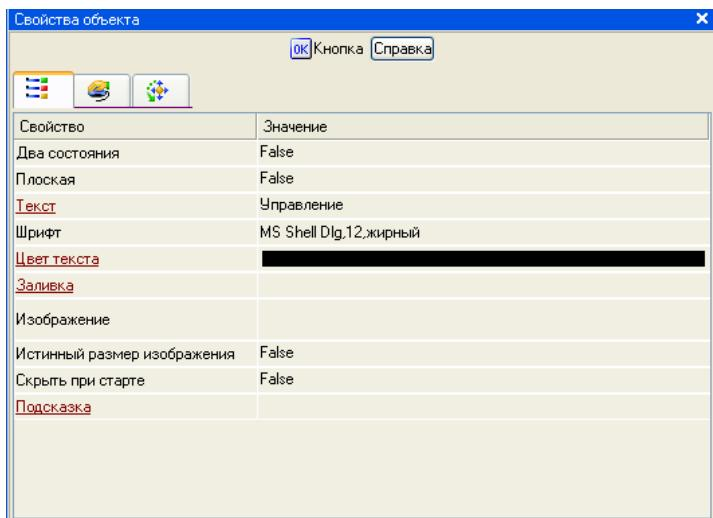

Рис. 4.2
4.4.2.2. Виділити ГЕ **Кнопка** ЛК і викликати вікно його властивостей. У полі **Текст** ввести напис **Управління**. Можна змінити шрифт як показано на рис. 4.2.